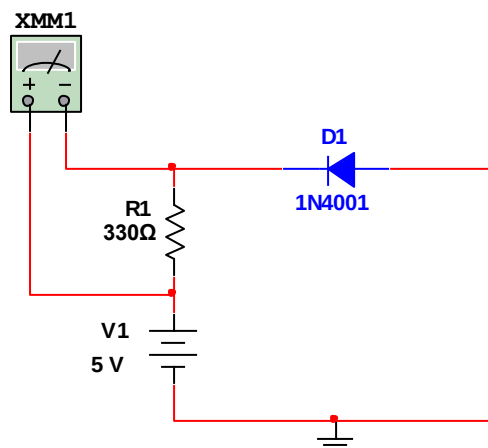

Figura 2.10. Medición necesaria para determinar la corriente eléctrica.
3. Sin usar el multímetro en función de Ampérmetro, determine la corriente eléctrica que circula por el circuito. Recuerde que para calcular la corriente puede medir el voltaje en las terminales de la resistencia y, de acuerdo a la Ley de Ohm, al dividir este voltaje entre el valor de la misma resistencia, se obtendrá la corriente eléctrica. Eso se muestra en la figura 2.10.